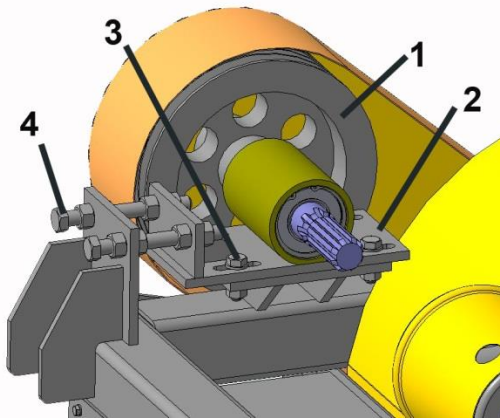

Рисунок 8 – Регулировка натяжения ременной передачи
3.4 Регулировка натяжения ременной передачи (рисунок 8) осуществляется перемещением шкива 1 с площадкой 2. Для регулировки необходимо ослабить болты крепления 3 площадки 2 к раме, и с помощью натяжных винтов 4 установить требуемое натяжение ремней (пробуксовка ремней не допускается).